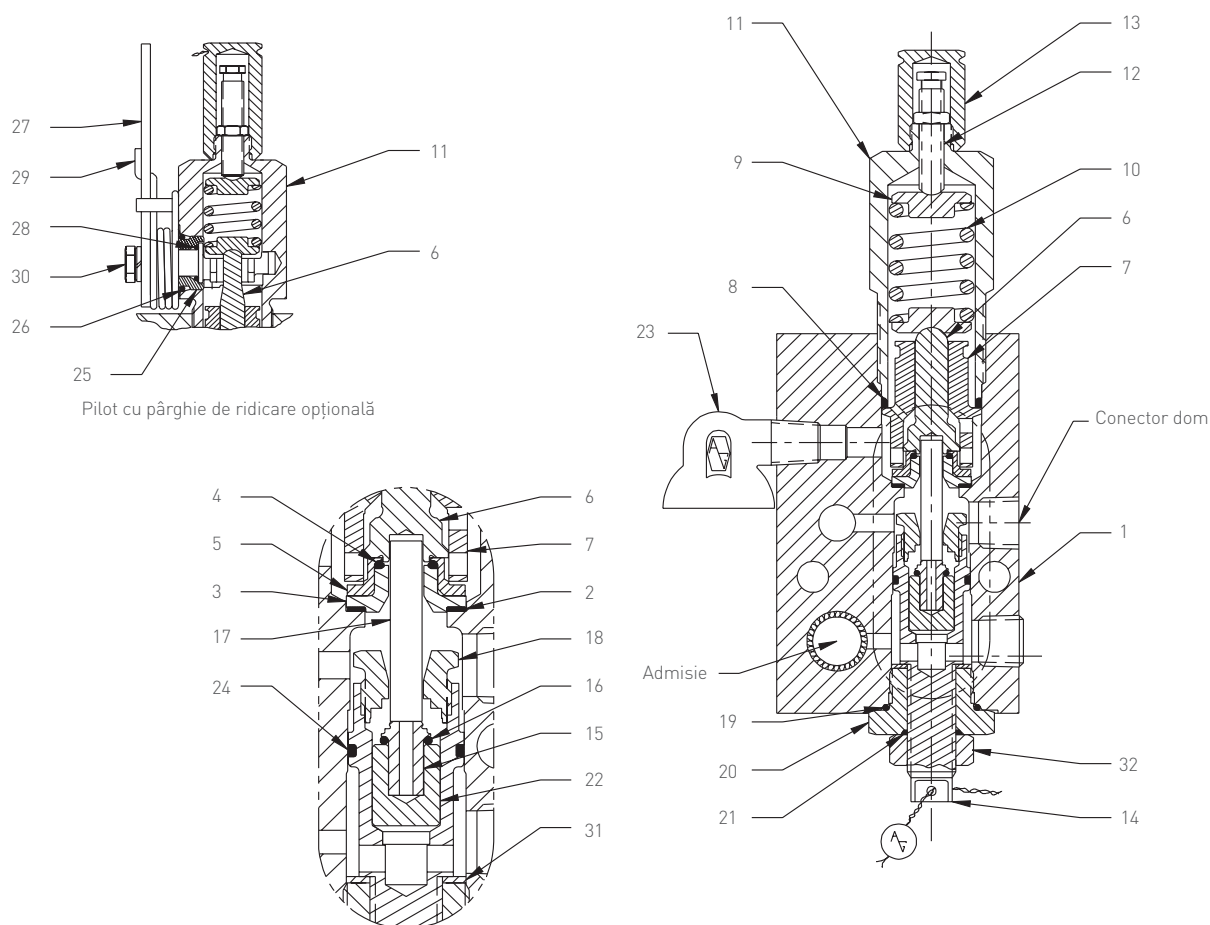

FIGURA 3
3.1.1 Pentru a facilita asamblarea, plasați toate componentele în ordine pe măsură ce le scoateți, astfel încât la asamblare să puteți monta corect piesele la loc, în ordinea corespunzătoare. Consultați Figura 3 pentru descrierea și localizarea pieselor.